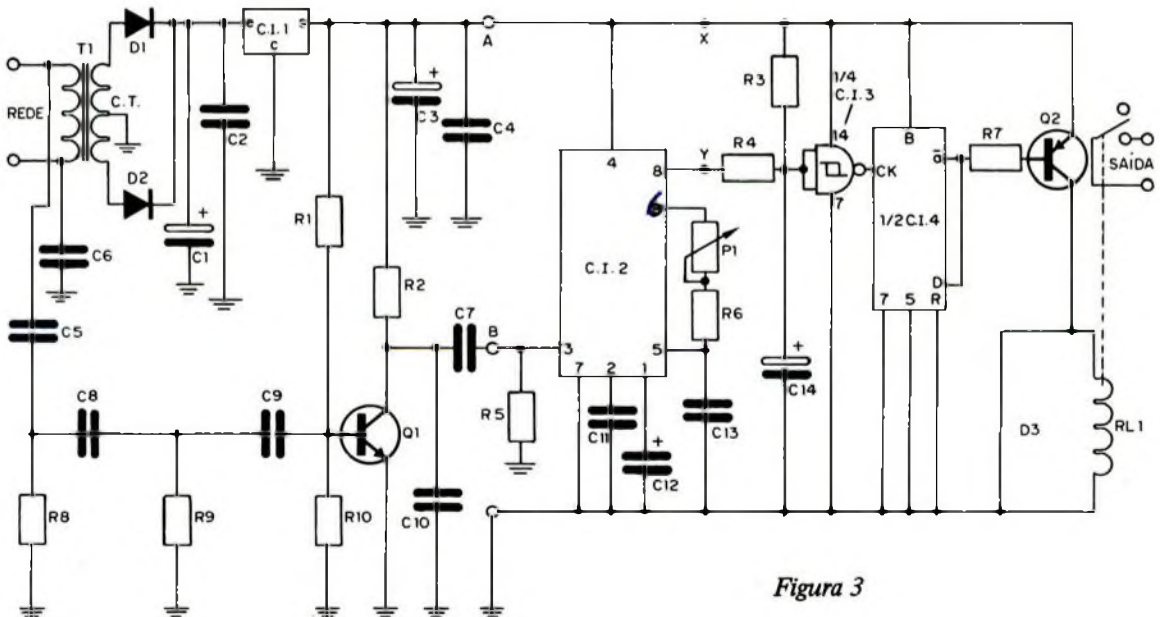

Figura 3
Quanto ao circuito da unidade receptora o leitor poderá apreciá-lo na figura 3. Não se deixe assustar pela quantidade de componentes!
Pois bem, o trem de pulsos presente na linha da rede são acoplados por C5 e C6, na figura 3, ao filtro passa-altas do qual vão ter à base do transistor Q1 que, sem sinal, se encontra saturado. Esse trem
De fato, C.I.2 retirará o aterramento interno da sua saída (pino 8 — figura 3) e C14 dará início ao processo de carga através de R3, chegando o momento em que o potencial da entrada da porta lógica "NAND" atinge o nível de disparo positivo (V_T^+) quando, então, a sua saída passará de H (nível alto) para L (nível baixo) sem maiores consequências haja visto que a entrada cadenciadora (CK) de C.I.4 é apenas sensibilizada através de flancos ascendentes, de forma que as "coisas" ficarão como estão, ou seja: carga energizada.
C.I.2 (figura 3) mantém o aterramento é insuficiente para descarregar C.I.4 através de R4 não sendo, portanto, atingido o nível de disparo (V_T^-) da porta lógica (1/4 de C.I.3), na verdade um disparador de Schmitt.
Os capacitores C11 e C12 estabelecem, a priori, a faixa de captura por parte de PLL (C.I.2) enquanto C10, figura 3, se constitui em um filtro para frequências espúrias de alto valor ao mesmo tempo que "aplana" a forma de onda (retangular) que se faria presente no coletor de Q1, transformando-a em uma forma de onda exponencial muito mais fácil de ser "sentida" pelo detetor de tom.
Entre os pontos X e Y assinalados na figura 3 o leitor pode (e deve!) instalar um resistor e um LED (vide figura 4) que em muito facilitará a tarefa de calibração da frequência de sintonia por parte de C.I.2: quando o LED emitir luz indicará que a frequência (fase) do sinal recebido se encontra dentro da faixa de captura e, portanto, tal tom foi detetado. Adiante teceremos mais detalhes a esse respeito.
Ainda em relação ao diagrama esquemático da figura 3, você deve ter notado que não está indicada a pinagem de C.I.3 e C.I.4, apenas foram indica-
ATENÇÃO: AS ENTRADAS NÃO UTILIZADAS DOS CIRCUITOS INTEGRADOS "3" e "4" (figura 3) DEVEM SER ATERRADAS, OU LEVADAS AO +Vcc, SENÃO TAIS INTEGRADOS PODEM "QUEIMAR-SE"!
Bem... aí tivemos a descrição sucinta do funcionamento da unidade receptora que, neste caso especial, é constituída por um único canal de comando. Se você pretende incorporar mais canais a essa unidade, basta reproduzir, tantas vezes quantas quiser (até certos limites, é claro, para cada unidade), apenas o circuito que se encontra à direita dos pontos A, B, e C assinalados na figura 3, não se esquecendo do seguinte: